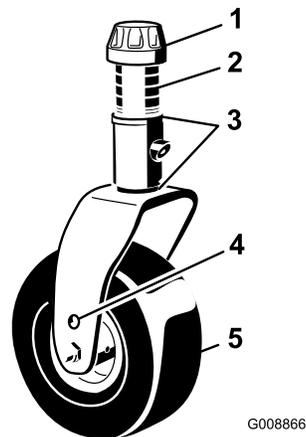

Рисунок 83
1. Снимите колпачковую гайку с вала шпинделя и извлеките шпиндель из рычага поворотного колеса (Рисунок 83).